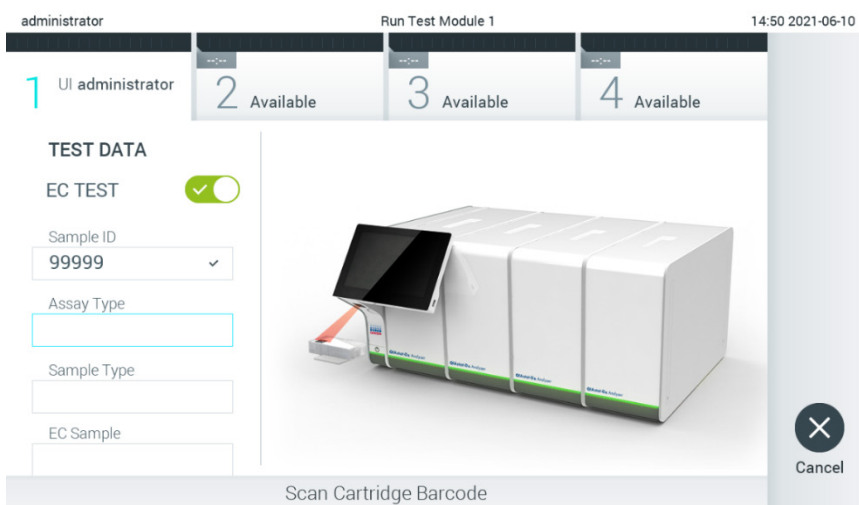

図 90. QIAstat-Dx アッセイカートリッジバーコードをスキャン。
4. 指示されたら、使用する QIAstat-Dx アッセイカートリッジのバーコードをスキャンします。QIAstat-Dx Analyzer 1.0 が、QIAstat-Dx アッセイカートリッジのバーコードに基づいて、実行するアッセイを自動認識します (図 90)